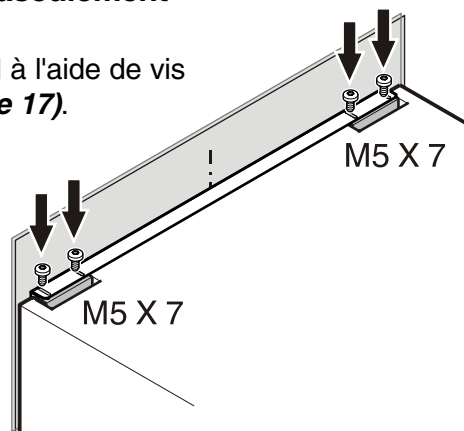

Figure 17
4. Fixer l'appareil à l'aide de vis M5 x 7 (Figure 17).